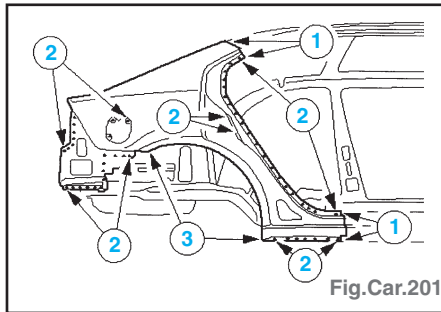

Fig.Car.201
- Panneau latéral (Fig.Car.201) :
- ligne de coupe préalable (1),
- fraiser les points de soudure (2),
- meuler le bord de passage de roue (une épaisseur de tôle) (3).